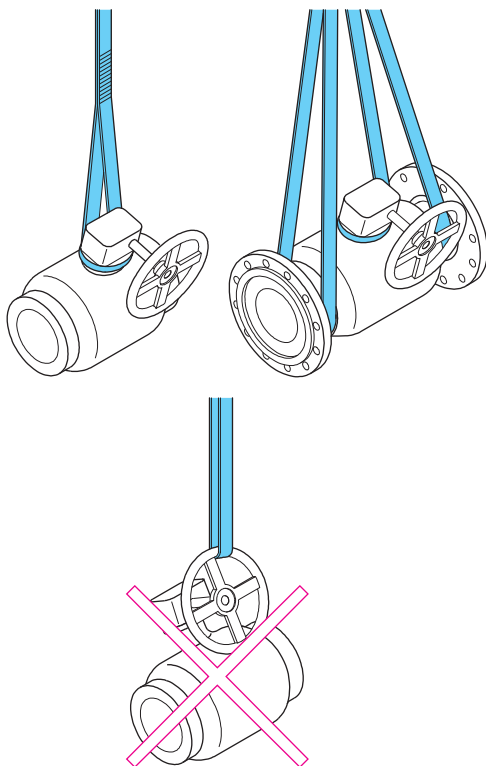

Bild 2. Lyft av ventilen
Använd lyftlinor vid lyft av stora ventiler. Ventilen får inte lyftas från ställdonet eller spindeln (se bild 2).
- Ventilen eller ventilkonstruktionen får inte lyftas från ställdonet. Om ventilen är utrustad med lyftöglor, använd dem (se bild 2). Om ventilen tappas eller lyfts på fel sätt kan detta orsaka personskador eller skador på utrustningen.
- Använd någon av de tillåtna lyftmetoderna som visas på bild 2.